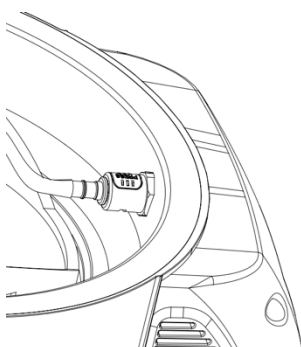
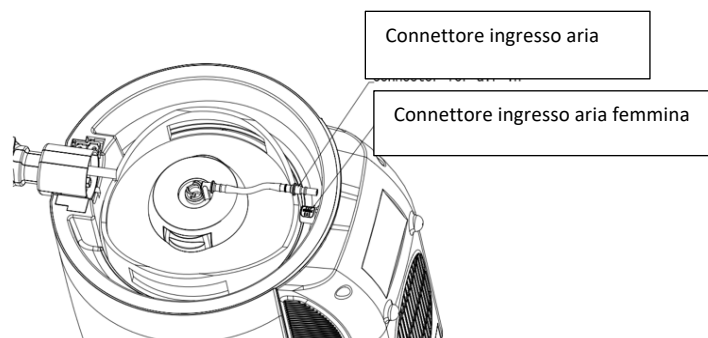

Figura 14
Figura 15
3. Tenere premuto il pulsante bianco della presa rapida dell'ingresso dell'aria (come mostrato nella Figura 14) ed estrarre il connettore dell'ingresso rapido dell'aria all'estremità del tubo della birra, sul dispositivo della valvola dalla presa rapida dell'ingresso dell'aria (come mostrato in Figura 15).